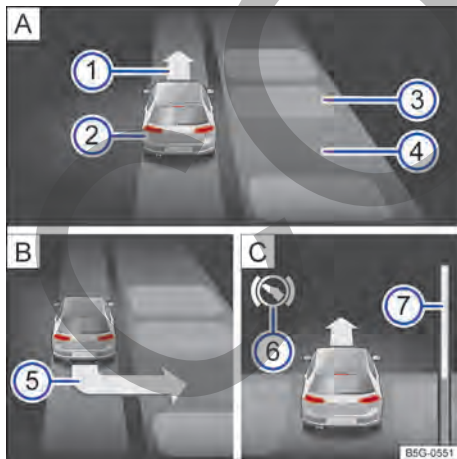

Fig. 115 En el display del instrumento combinado: estacionar lado a lado. **[A]** Buscar una plaza de estacionamiento. **[B]** Posición para estacionar. **[C]** Maniobrar.
- Estacionar cuando aparezca en la pantalla del instrumento combinado la indicación de estacionamiento → **fig. 115** **🕒** → pág. 147.
Leyenda de la → fig. 115 (modo de estacionamiento de lado a lado con marcha atrás):
- Frenar cuando suene una alarma acústica que indica el cambio de dirección, se enciende la flecha → fig. 115 ① **[A]**, se enciende el símbolo blanco **Ⓢ** o se muestra un mensaje.